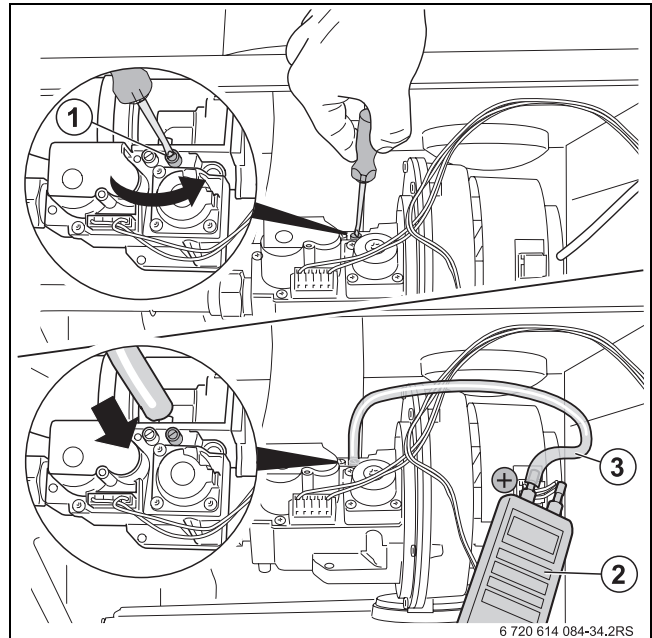

Fig. 53 Mesurer le rapport air-gaz de la KBR 65-2
**Légende de la fig. 53 et 54:**